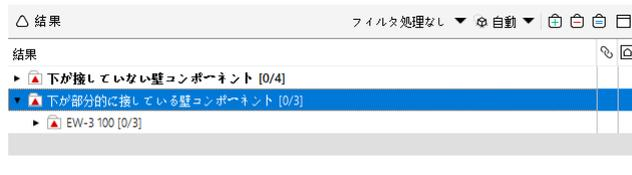
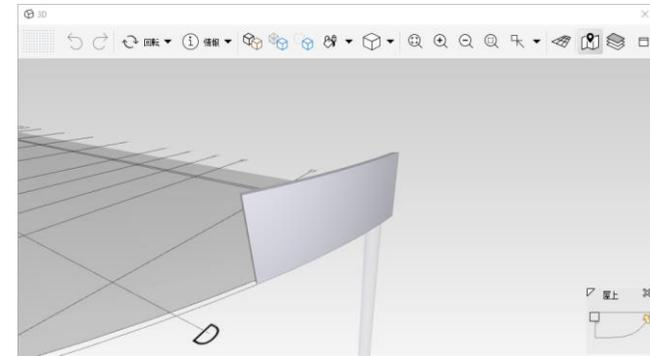

図 52. 結果の詳細
図 53. 結果を3Dビューで拡大表示
- (9) カテゴリー内の一つの案件を選択した場合は、案件に関連するコンポーネントのみが3Dビューに表示されます。(図 52 を参照) また、案件やカテゴリーを「ダブルクリック」すると3Dビューが関連するコンポーネントに移動し、拡大表示されます。(図 53 を参照)